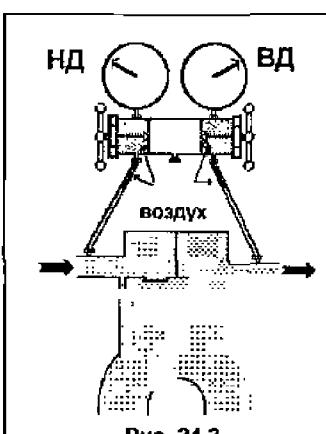

Рис. 24.2
**Внимание:** после установки манометрического коллектора, если ремонтник не продул гибкие шланги, внутри них и в коллекторе будет находиться воздух (см. рис. 24.2).